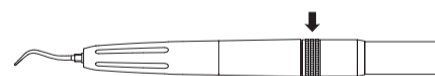

Abb. 1
- Stellen Sie den Versorgungsluftdruck an der Verbindung zwischen Luftscaler und Handstückschlauch auf 0,28 MPa (2,9 kgf/cm2) ein (siehe Pfeil in Abb. 1).